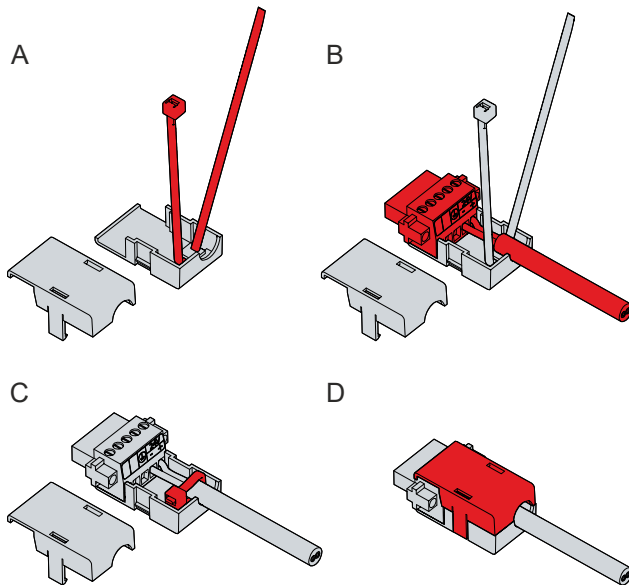

Abb. 13: CP6600_Montage Zugentlastungsgehäuse
1. Biegen Sie mit den Fingern die Rastnasen am Unterteil leicht nach außen (siehe Abb. 13).